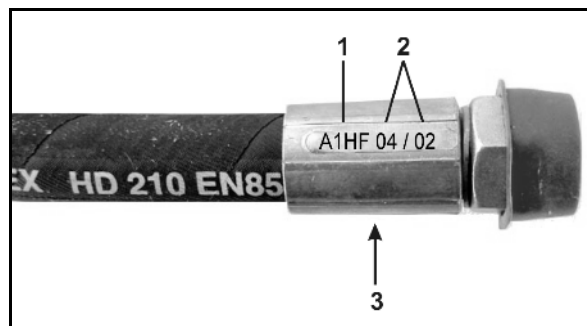

Bild 96
2. Skruva loss magnethättan (Bild 96/1)
3. Ta av magnetspolen (Bild 96/2)
4. Dra ut ventilspindeln (Bild 96/3) med ventilsäten och rengör med tryckluft eller hydraulikolja.